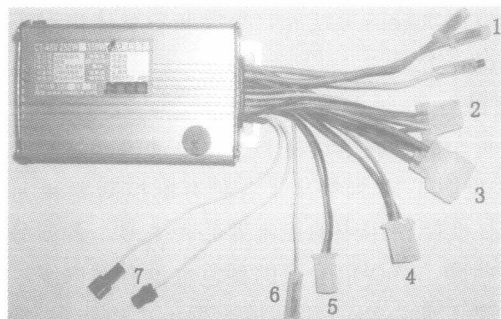

图 1-17 无刷控制器
(2) 无刷控制器。外形见图 1-17，接线说明：1—电机线包连接线。3根粗线，黄、蓝、绿色，分别接三相线包引出线。2—电机霍尔连接线。5根细线，其中黄、蓝、绿线分别接3只霍尔的信号线，红线为公共正极线，黑线为公共负极线。3—电源线。2根粗线1根细线，其中粗红线接电池的的正极，粗黑线接电池的负极，细红线为弱电开关（弱电开关是控制粗红线与控制内部导通的继电器）线，接电源锁。4—转把线。3根细线，其中红线为正极线，黑线为负极线，绿线为信号线。如车子有定速巡航功能，则塑料接头中还有2根线，对应可巡航转把的定速按钮线，2线可互调。5—低电平刹车线，2根细线，接刹把。如车子为高电平刹车，则此处只有一根信号线。6—速度信号线，接助力传感器。7—霍尔相角 60° 或 120° 选择线。